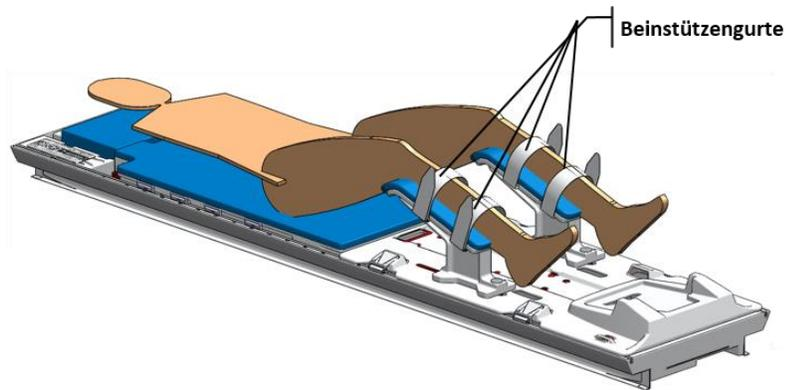
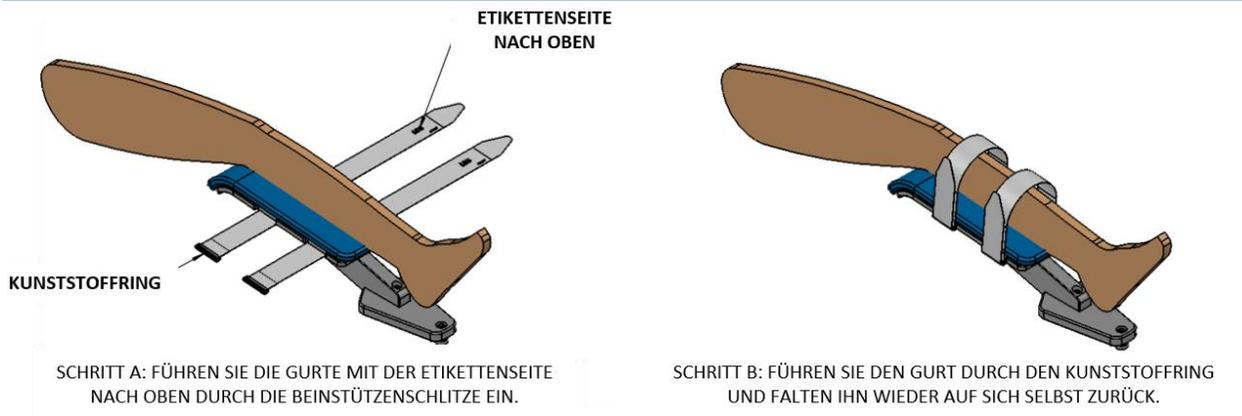

Abbildung 45: Beinstützengurte
Abbildung 46: Befestigung der Beinstützengurte am linken Bein des Patienten
- e. Von den vier zuvor montierten Beinstützensgurten ist jeweils ein Beinstützensgurt um das Bein des Patienten zu wickeln und durch den Kunststoffring zu führen. Klappen Sie dann jeden Gurt zurück, um ihn zu befestigen (*Abbildung 45* und *Abbildung 46*).